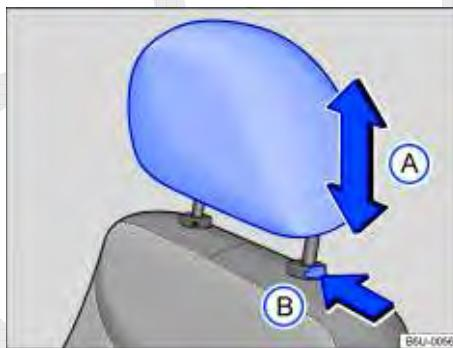

Fig. 41 Desinstalar o apoio para cabeça dianteiro.
- Pressionar a tecla ⇒ Fig. 41 B no sentido da seta. Retirar o apoio para cabeça com a tecla pressionada.
- Empurrar o apoio para a cabeça totalmente para baixo com o botão ⇒ Fig. 41 B pressionado.